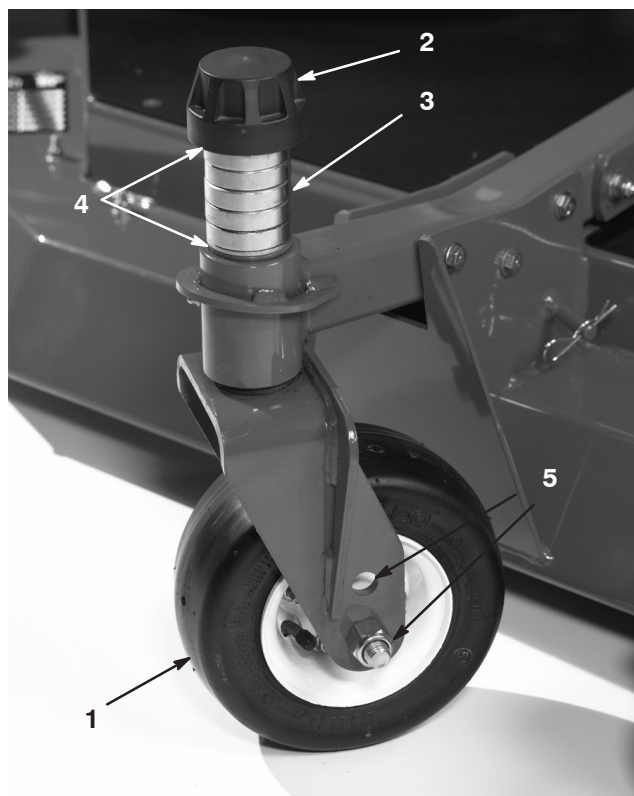

Bild 18
11. Setzen Sie die 3-mm-Beilagscheiben an den Laufradgabeln auf der jeweiligen Schnitthöhe ein, die auf dem Schild angezeigt wird (Bild 18); siehe „Einstellen der Mähwerkneigung“.